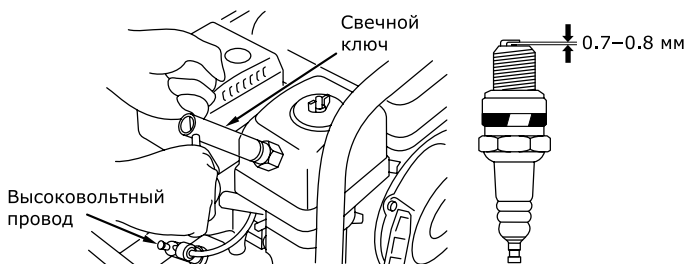

Рис. 12
- Выверните свечным шестигранным ключом (входит в комплект поставки) и осмотрите свечу (рис. 12). Юбка свечи (между керамической частью и металлической частью) должна иметь желтовато-коричневый цвет.
дами, используя специальный щуп. При необходимости установите зазор 0,7 — 0,8 мм (рис. 12).